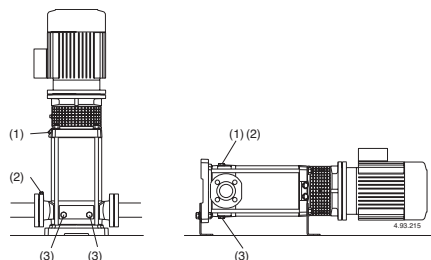

Fig. 4 (1) Riempimento e sfiato
Con la **pompa sopra il livello dell'acqua** da sollevare (funzionamento in aspirazione, **fig. 3A**) o con un battente insufficiente (inferiore a 1 m) per aprire la valvola di non ritorno, riempire il tubo aspirante e la pompa attraverso l'apposito foro (1) (**fig. 4**).
Con il **livello dell'acqua in aspirazione sopra la pompa** (funzionamento sotto battente, **fig. 3B**) riempire la pompa aprendo lentamente e completamente la saracinesca nel tubo di arrivo, tenendo aperta la saracinesca in mandata ed i fori di sfiato (**fig. 4**) per fare uscire l'aria.
Chiudere i fori di sfiato (**fig. 4**), per le pompe MXV-B, MXV(L) 25-32-40 e MXV(L)4 25-32-40 serrare la vite a spillo (14.17) nel tappo di scarico (14.12) (**fig. 4b**) e chiudere il foro di sfiato (14.04).
Se si verifica una perdita di adescamento (interruzione del flusso di mandata, nonostante le saracinesche siano aperte) o se si nota una oscillazione della pressione indicata dal manometro, ripetere lo sfiato del lato aspirazione, verificare che tutte le giunzioni del tubo aspirante siano a perfetta tenuta e serrare il tappo di sfiato ed i tappi di scarico sul lato aspirazione (**fig. 4**).
Possibilmente, come nel caso di impieghi temporanei con liquidi sporchi, fare funzionare brevemente la pompa con acqua pulita per rimuovere i depositi. Oppure, dopo lo svuotamento, eseguire un lavaggio immettendo acqua pulita (almeno 40 litri) nel foro di riempimento (1) lato mandata e lasciandola uscire dal foro di scarico (3) lato aspirazione (fig. 4).
Prima dello smontaggio chiudere le saracinesche in aspirazione e mandata e svuotare il corpo pompa (fig. 4).